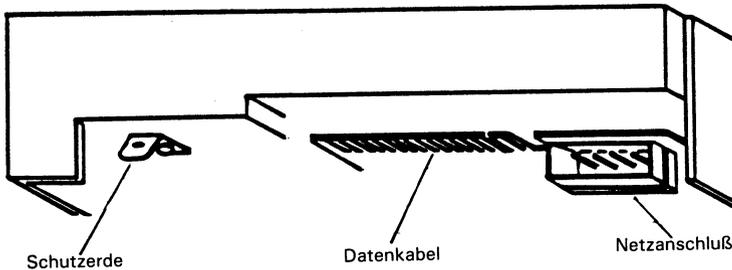

Abbildung 3
- 5 Installieren Sie das Diskettenlaufwerk, wie es in Ihrem Benutzerhandbuch beschrieben ist, schließen Sie die Kabel entsprechend Abbildung 3 an.
- 6 Schließen Sie Schutzerde, Datenkabel und Netzkabel entsprechend Abbildung 3 an.